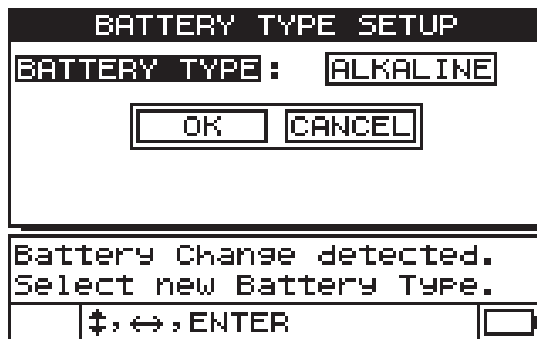

図 2-3 バッテリータイプの選択
11. 画面の下部に表示されるバッテリーの種類の設定に関する質問に答えるには、左右矢印キーで選択した後、[ENTER] を押します（32 ページの図 2-3 参照）。